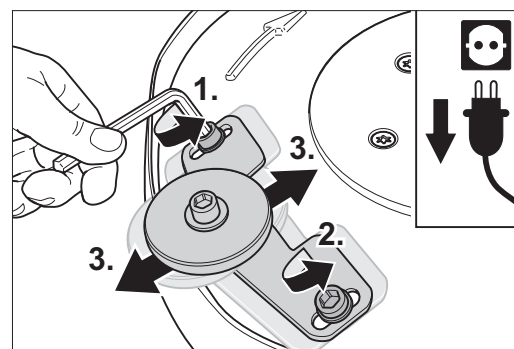

Abb. 27: Die Schrauben am Wandschutzrollenhalter lösen.
Den Verstellweg der Wandschutzrolle können Sie noch vergrößern, indem Sie die beiden Schrauben lösen, mit denen der Wandschutzrollenhalter am Vorsatz befestigt ist (Abb. 27, 1. + 2.).
- 4 Schieben Sie den Wandschutzrollenhalter in die von Ihnen gewünschte Position (Abb. 27, 3.) und ziehen Sie die Schrauben wieder an.